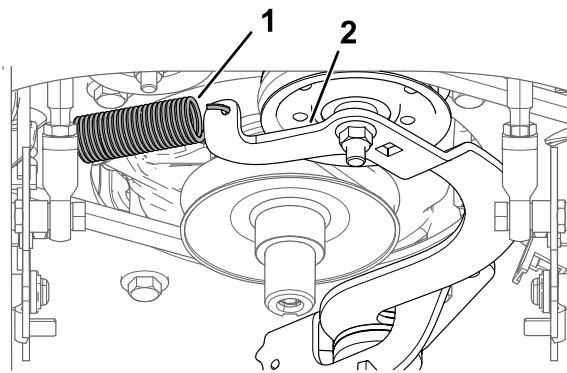

Figura 58
6. Inserte una llave de carraca en el taladro cuadrado del brazo tensor para liberar la tensión de la correa (Figura 58).
10. Instale el muelle en el anclaje del muelle. Utilice la llave de carraca para aplicar tensión al muelle y dejar que la correa pase sobre el borde de la polea tensora (Figura 58).